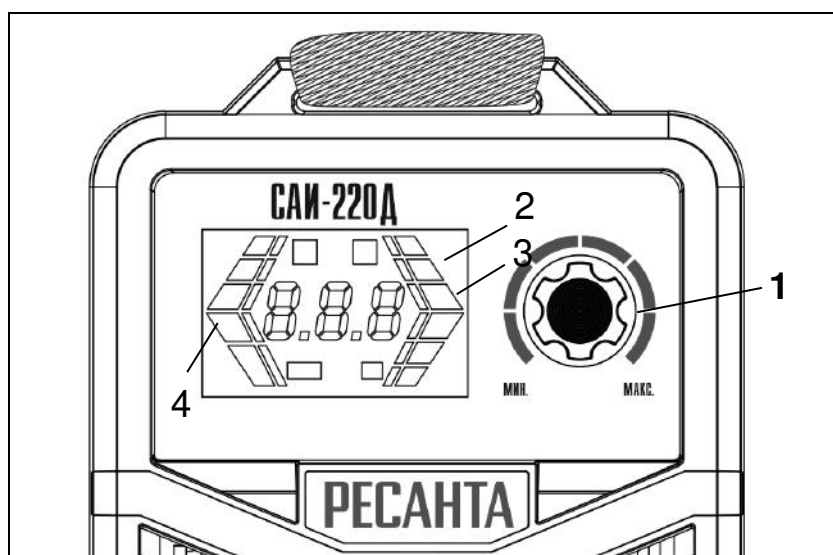

Рис.4 Управления режимами/функциями в синергетическом управлении
1. Переключение аппарата в Синергетический режим осуществляется путем длительного нажатия на регулятор 1 (рис.4). При каждом нажатии осуществляется переключение между функциями.
2. Выбор электрода осуществляется путем вращения регулятора 1 (рис.4). При этом на дисплее указывается ток, подходящий для выбранного электрода.
3. Установка величины толщины металла 3(рис.4) осуществляется вращением регулятора 1(рис.4) для более точной подстройки параметров. После фиксации толщины металла на дисплее отобразится диаметр электрода и величина тока.